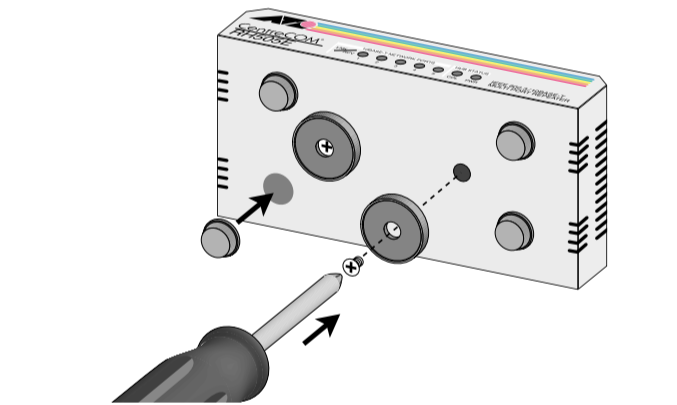

図2 ゴム脚およびマグネットの取り付け
2. 次に、図2のように、外したネジを用いてマグネットを本体に固定します。